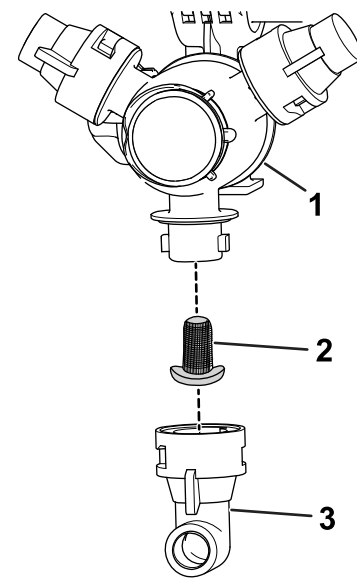

図 107
- 古いノズルフィルタ 図 107を外す。
- 新しいノズルフィルタを取り付ける 図 107。
- タレットにノズルを取り付ける 図 107。
- タレットからノズルを外す 図 107。